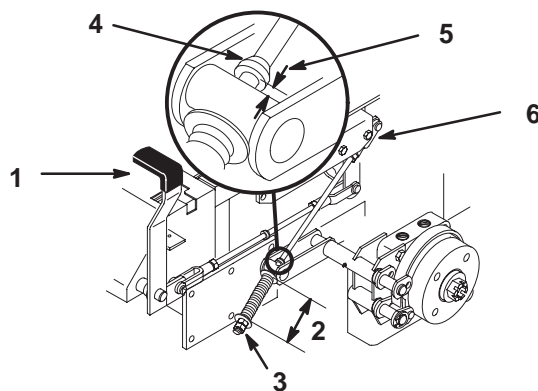

**Figure 58**
1. Abaissez la poulie de tension rappelée par ressort et enlevez la courroie des poulies du moteur et de la pompe hydraulique (Fig. 58). Retirez la courroie entre les poulies.
2. Installez la courroie neuve sur les poulies du moteur et de la pompe hydraulique (Fig. 58).
3. Abaissez la poulie de tension rappelée par ressort et alignez-la sous la courroie de transmission, puis relâchez-la (Fig. 58).